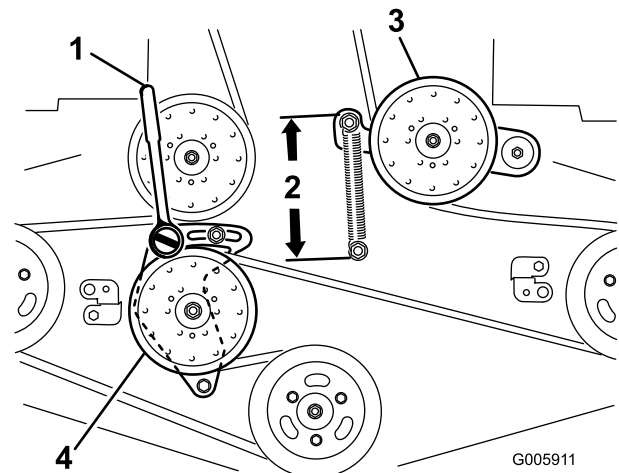

Figura 61
4. Afloje el brazo de la polea tensora fija y ajústelo para aliviar la tensión de la correa (Figura 61).
7. Introduzca una llave de carraca con extensión corta en el taladro cuadrado del brazo de la polea tensora fija (Figura 61).
9. Para aumentar la tensión de la correa, gire la llave de carraca en el sentido contrario a las agujas del reloj para desplazar el brazo de la polea tensora fija hasta obtener un espacio de 16,5 cm entre los ganchos del muelle (Figura 61).